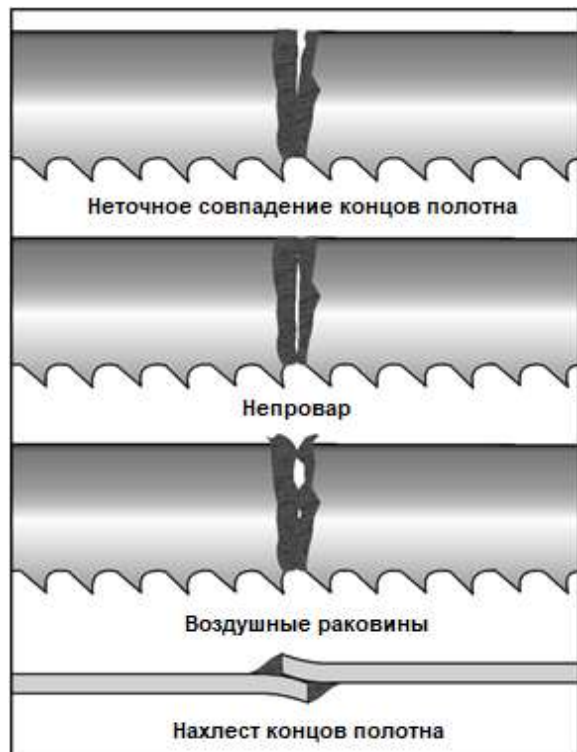

Рис. 16.
- Извлеките полотно из зажимов и тщательно осмотрите его. Расстояние между зубьями по обеим сторонам шва должно равняться шагу, а сам шов должен располагаться по центру впадины. На данном этапе по виду сварного шва легко определить неточное совмещение концов полотна. На Рис. 16 приведены примеры дефектных сварных швов.